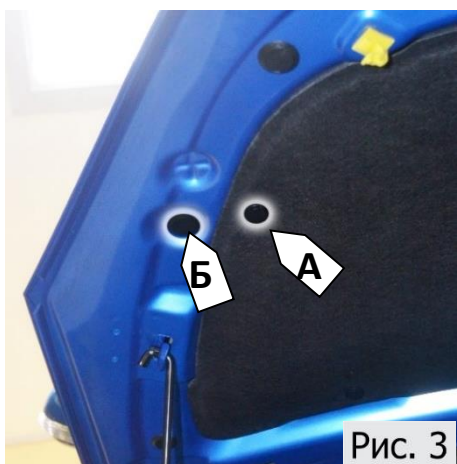

Рис. 3
3. Демонтировать пластиковый пистон А и резиновую заглушку Б (Рис.3)